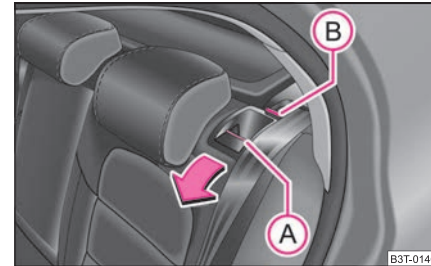

Abb. 68 Rücksitzlehne entriegeln
- Durch Drücken des Entriegelungsgriffs (A) ⇒ Seite 77, Abb. 68 entriegeln Sie die Rückenlehne und klappen Sie sie vollkommen nach vorn.
- Vergewissern Sie sich, dass der rote Stift (B) verdeckt ist ⇒ Seite 77, Abb. 68.